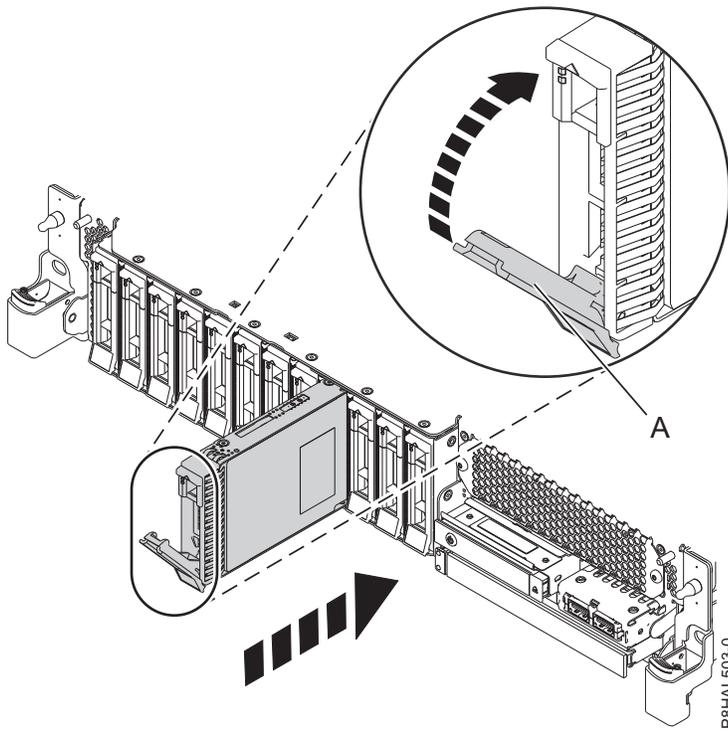
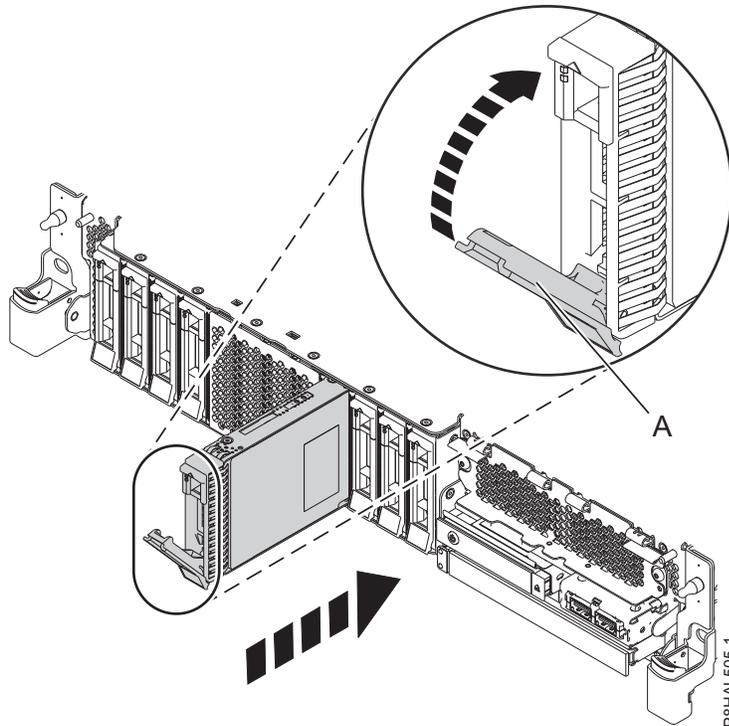

Figura 54. Sustitución de una unidad de disco en un sistema de función base
Figura 55. Sustitución de una unidad de disco en un sistema de función ampliada
3. Desbloquee el asa de la bahía de unidad **(A)** ejerciendo presión y tirando de ella hacia usted. Si el asa no está extendida del todo, la unidad no entra en el sistema. Consulte la Figura 54 en la página 58 y la Figura 55 en la página 59.
7. Cuando el LED de identificación se encienda de manera fija, deslice la unidad hasta el fondo del sistema y empuje hacia adentro el asa de la portadora de unidad (A) hasta que quede encajada, como se muestra en la siguiente figura. la Figura 54 y la Figura 55 en la página 59.